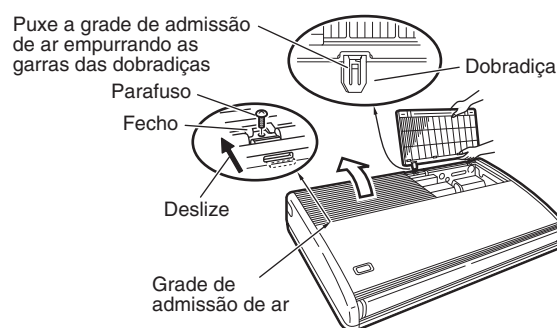
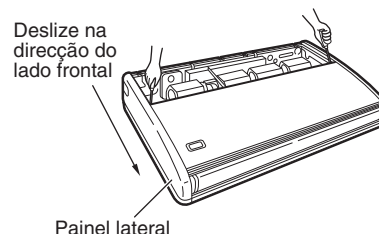

Fig. 3-9
Fig. 3-10
- (5) Antes de suspender a unidade interior, retire os 2 ou 3 parafusos no fecho das grades de admissão de ar, abra as grades, e retire-as empurrando as garras das dobradiças (Fig. 3-9). Logo, retire ambos os painéis deslizando-os ao longo da unidade na direcção da frente depois de retirar os 2 parafusos de fixação. (Fig. 3-10)